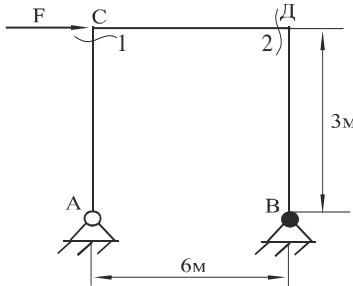

Рис. 17
10. Наиболее простым методом расчета статически неопределимых систем определить абсолютные значения изгибающих моментов в сечениях 1, 2 рамы (рис. 17).
11. Продольная сила в стержне CD рамы (см. рис. 17) равна:
12. Горизонтальное смещение узла D рамы (см. рис. 17) при $F = 5$ кН равно:
13. Вертикальная реакция опоры B рамы (см. рис. 17) равна: